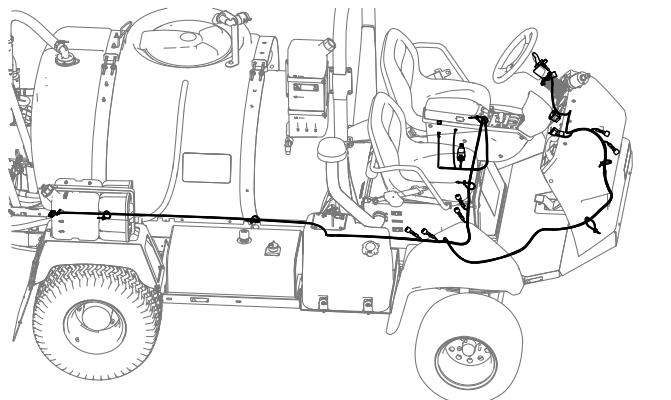
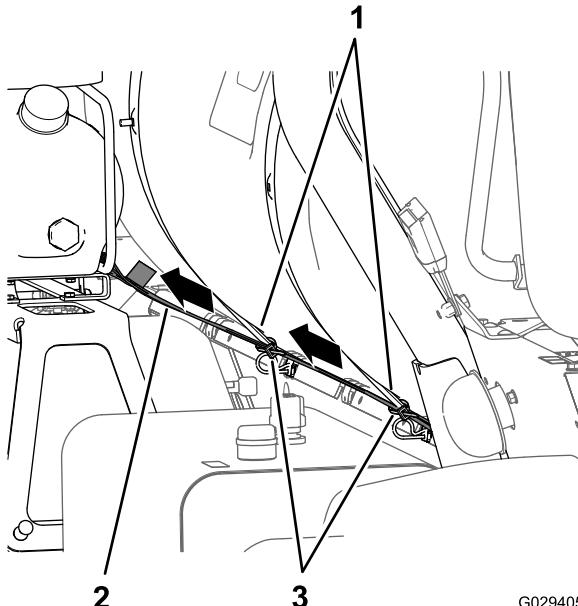

Figura 8
Figura 9
1. Individuate la diramazione del compressore da 236 cm del cablaggio preassemblato con un connettore a 4 prese e infilate la diramazione del cablaggio all'indietro lungo il serbatoio dell'irroratrice, come illustrato nella Figura 8 e nella Figura 9.